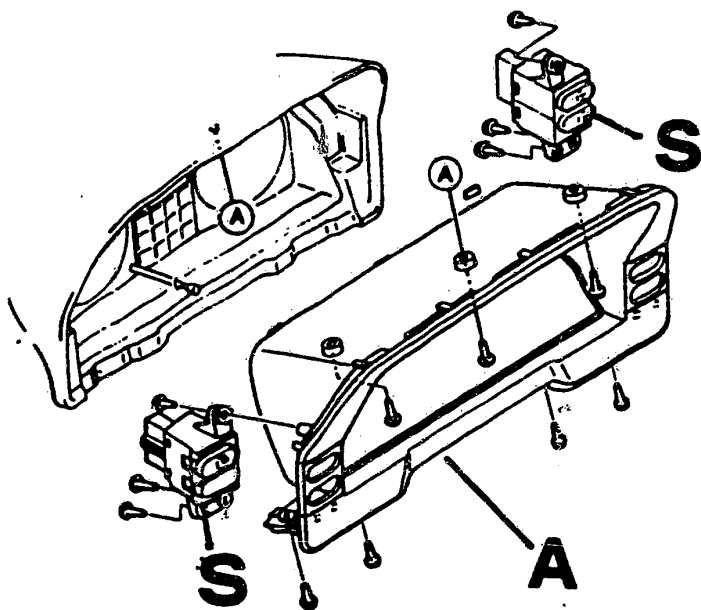

Bild 59 Ausbau der Betätigungsschalter S, nachdem die Abdeckung A vom Kombi-Instrument gelöst ist.
a) Die **Betätigungsschalter**, seitlich am Kombi-Instrument, lassen sich ausbauen, nachdem die Abdeckung gelöst ist (Bild 59).